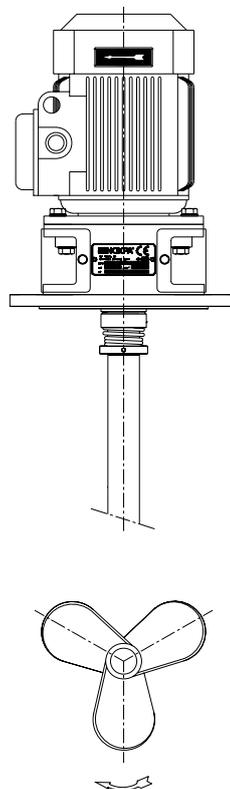

Figura 5.1
- Comprobar que el sentido de giro de la hélice es correcto (sentido de giro horario visto desde el lado del motor). Ver figura 5.1.